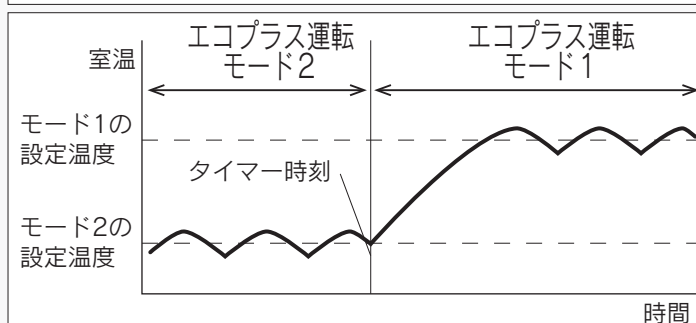

図3 エコプラスタイマーをセットしたときのストーブの動き
- エコプラス運転モード2で運転中にタイマー1をセットすると、タイマー時刻までエコプラス運転モード2で運転し、タイマー時刻になるとエコプラス運転モード1に切り換ります。(図3を参照してください)